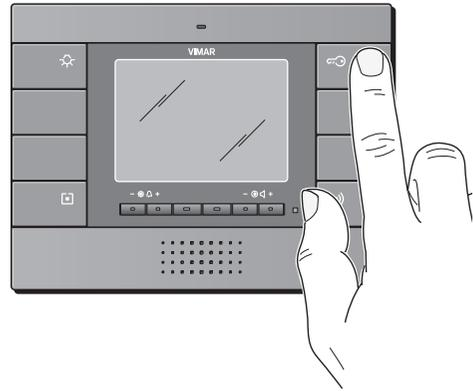

Figura 12
- Premere e mantenere premuto, per almeno 3 secondi, il **tasto "B"** (funzione apriporta) (figura 12);